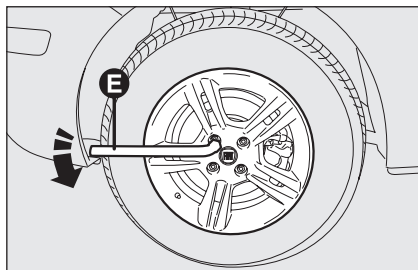

Abb. 3
- ☐ Befestigungsbolzen um etwa eine Drehung lösen, dabei den mitgelieferten Schlüssel **E-Abb. 3** verwenden; bei Modellen mit Alu-Felgen am Fahrzeug rütteln, um das Ablösen der Kappe von der Radnabe zu erleichtern;